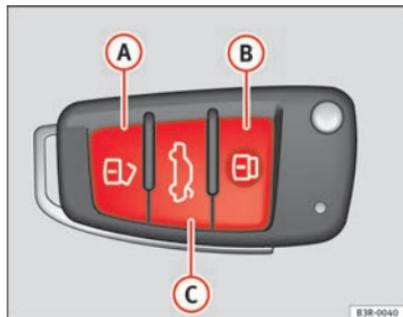

Fig. 77 Chave com comando à distância: Botões
- Prima o botão **A** ⇒ **fig. 77** durante cerca de 1 segundo.